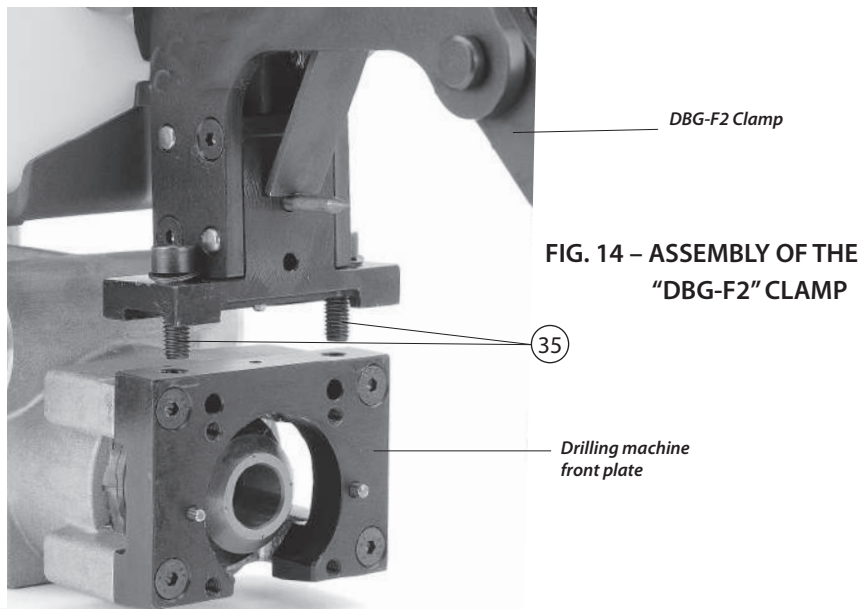

FIG. 14 – ASSEMBLY OF THE
El dispositivo de bloqueo DBG-F2 está montado sobre la placa delantera del taladro, centrado por medio de la clavija de referencia correspondiente y fijado con los dos tornillos Allen cilíndricos M 8x25 (35) en dotación. En la Fig. 14 está ilustrado el montaje.